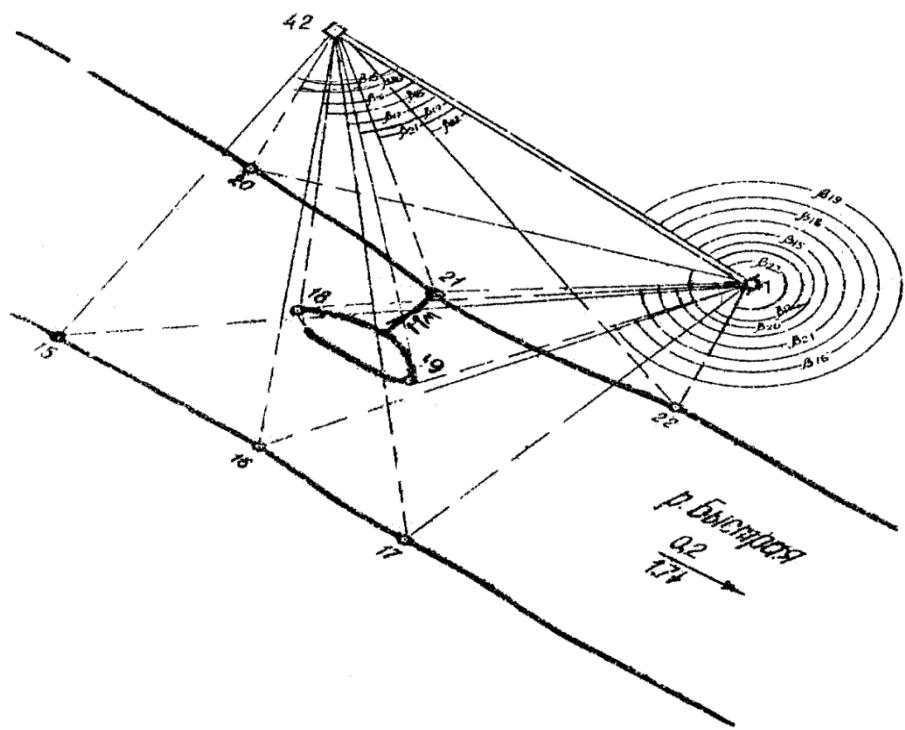
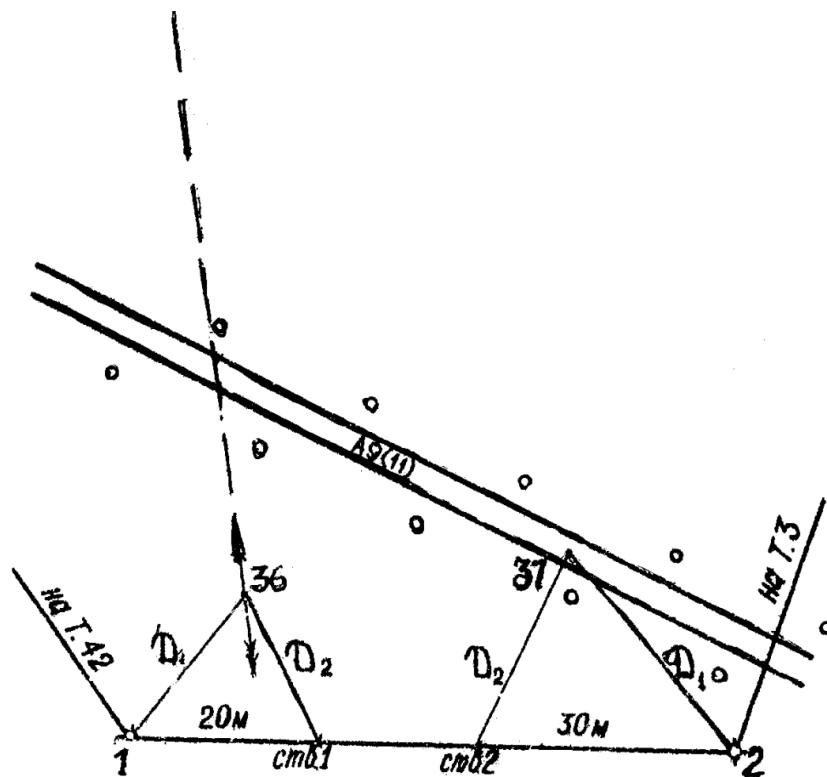
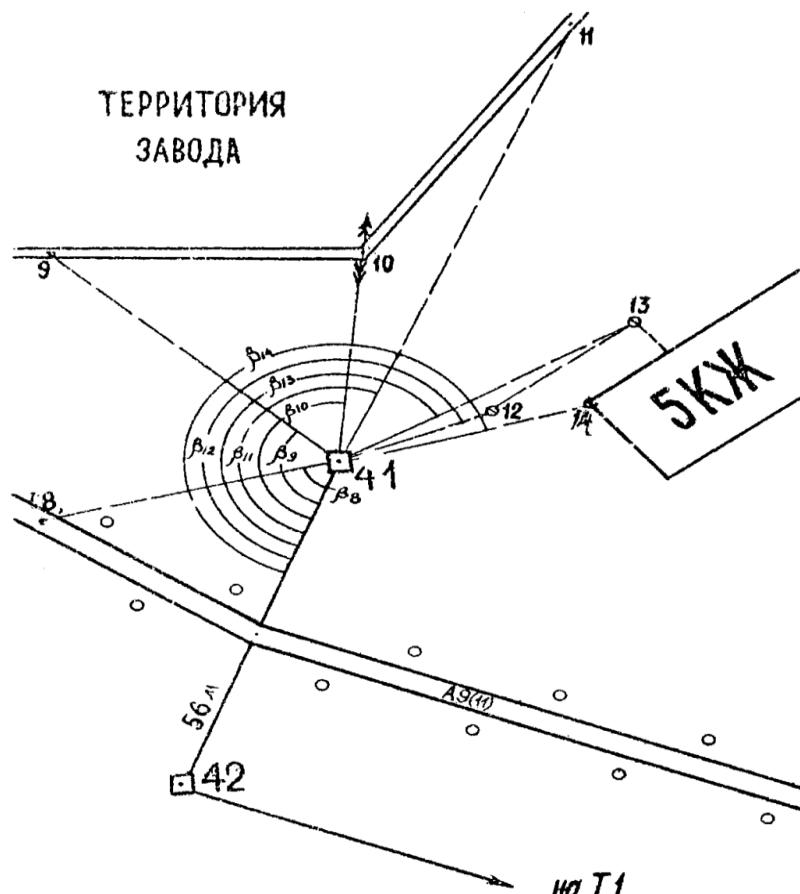

рис. 3. Способ угловых засечек
рис. 4. Способ линейных засечек
рис. 5. Полярный способ
Необходимо выполнить теодолитную съемку на участке местности *ABCD* (рис. I), где имеется 4 пункта полигонометрии (41, 42, 46, 47), которые надежно закреплены на местности и имеют плановые координаты *X* и *Y*. исполнитель принял решение создать съемочную сеть по схеме разомкнутого теодолитного хода, опирающегося на две исходные стороны : пп 41 – пп 42 (начальная) до пп 46 – пп 47 (конечная). Вершины теодолитного хода 1, 2, 3 закреплены на местности, и их координаты необходимо определить. Левые горизонтальные углы на точках 41, 1, 2, 3, 46 измерены теодолитом одним полным приемом, а длины линий теодолитного хода – рулеткой РК-50 в прямом и обратном направлениях. Средний результат и углы наклона линии к горизонту более 2 измерены и занесены в Ведомость измеренных углов и линий теодолитного хода. Съемка ситуации производилась способами угловых и линейных засечек, полярных координат и перпендикуляров. Все полевые измерения (значения горизонтальных и вертикальных углов и длин линий) записывались в полевые журналы и обозначались на абрисе, который составлялся по каждому способу. Исполнитель в соответствии с конкретной обстановкой принял решение по способу перпендикуляров от линий 3-пп 46, пп 46-пп 47 снять следующие объекты: жилые дома № 83 и № 85 и сети подземных коммуникаций (рис. 2). На контурах этих объектов намечены съемочные пикеты, порядковые номера которых с 24 по 37. Способом угловых засечек со съемочных точек пп 41 и I снимали берега реки и песчаный остров. На береговой линии намечены съемочные пикеты с 15 по 22. Значения углов при съемке занесены в табл. 2 и обозначены на абрисе (рис.3). Способом линейных засечек были сняты ось дороги (съемочный пикет 17) и столб ЛЭП (пикет 36) (рис. 4). При этом в створе линии I-2 были закреплены вспомогательные точки отв. I на расстоянии 20 м от точки I и отв. 2 на расстоянии 30 м от точки 2. Съемочные пикеты с 8 по 14 (ось дороги, колодцы, угол дома) сняты полярным способом со съемочной точки пп 41. Нуль лимба ориентирован на пп 42 (рис. 5).
Способ полярных координат. Положение съемочного пикета ситуации, снятого полярным способом, определяется координатами: полярным углом и полярным радиусом- вектором. Например, для построения точки 8 геодезическим транспортиром на съемочной точке пп 41, принятой за полюс, от начального направления на пп 42 откладывается значение полярного угла  $60^{\circ}56'30''$ , измеренного теодолитом при визировании на съемочный пикет 8, который выбирается из табл. 3. Транспортир убирают и прочерчивают направление на съемочный пикет. На полученной линии от съемочной точки откладывают расстояние в 120,87 м (таблица способа) в масштабе плана. Остальные точки, приведенные в таблице способа, наносят аналогично. Построенные таким образом точки ситуации соединяют в соответствии с абрисом (рис.5) и получают контуры объектов местности.
Способ угловых засечек. Для нанесения на план береговой линии геодезическим транспортиром от линии пп 42-1 по ходу стрелки откладывают горизонтальные углы  $\beta$  (рис. 3), которые выбираются из табл. 2 для каждого съемочного пикета. Индекс у горизонтального угла  $\beta$  на каждой съемочной станции соответствует номеру съемочного пикета.
Способ линейной засечки. Способом линейной засеки были сняты ось дороги (37) и столб ЛЭП (36). Положение точек ситуации определяется пересечением двух окружностей описанных из вершин опорной линии радиусами  $D_1$  и  $D_2$  (рис.4).